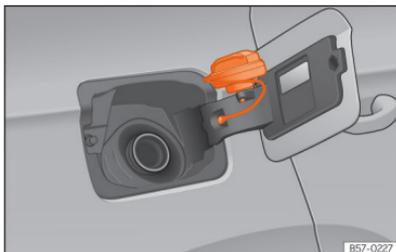

Fig. 188 Tampa do depósito com o tampão encaixado.
- Coloque-a no espaço existente na dobradiça da tampa aberta »» Fig. 188.